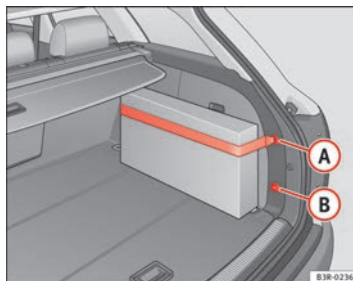

Fig. 117 Cinturón de sujeción en el revestimiento lateral derecho del maletero
- Enganche el cinturón de sujeción en el alojamiento (A) o bien (B) ⇒ fig. 117.